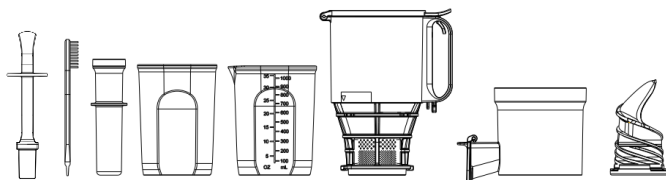

Abbildung 10
2. Waschen Sie die demontierten Teile (Abb. 10) mit Wasser. Wenn die Maschen mit Zellstoff verstopft sind, verwenden Sie bitte die mitgelieferte Reinigungsbürste, um die Rückstände zu entfernen.